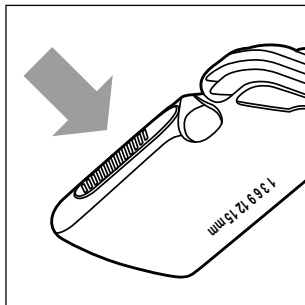

Fig. 5
- ▶ Tryk på knappen, hvis du vil forskyde kamopsatsen **10/11** opad eller nedad (se fig. 5). Derved kan kamopsatsen **10/11** lettere løsnes fra sin fiksering og forskydes.
- ▶ Tryk på oversiden af knappen, hvis du vil forskyde kamopsatsen **10/11** opad eller nedad (se fig. 5). Derved kan kamopsatsen **10/11** lettere løsnes fra sin fiksering og forskydes.